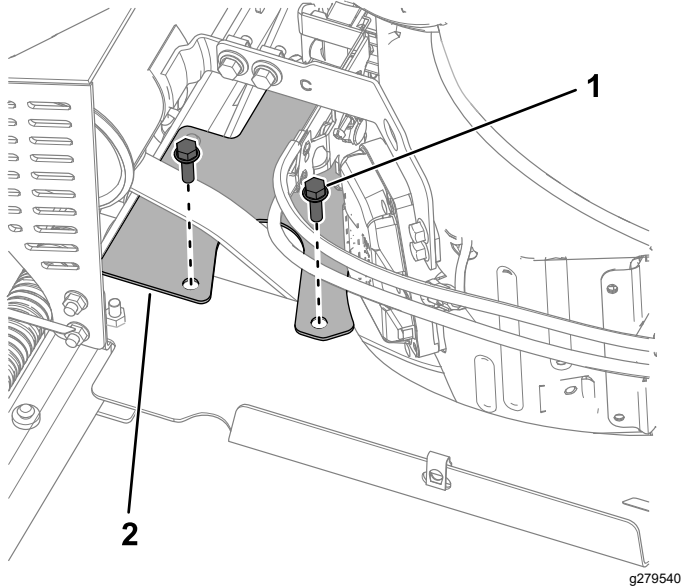

Figura 3
1. Retire los 2 pernos (5/16" x 1") y el protector de la correa (Figura 3).